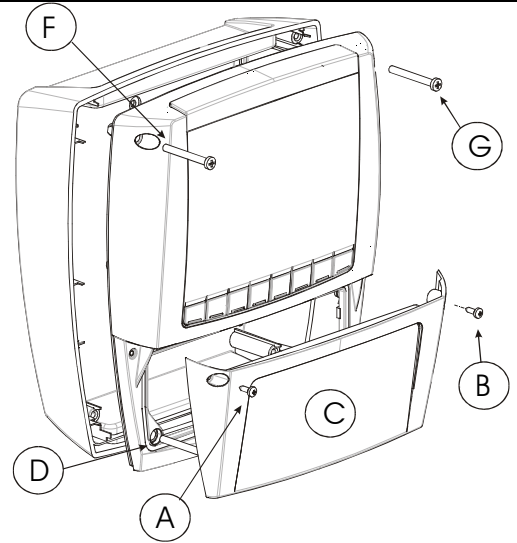

Bild 2
- Die Verdrahtung an den Klemmen vornehmen. Danach die Front wieder schliessen (Bild 2, c) und mit den Schrauben befestigen.